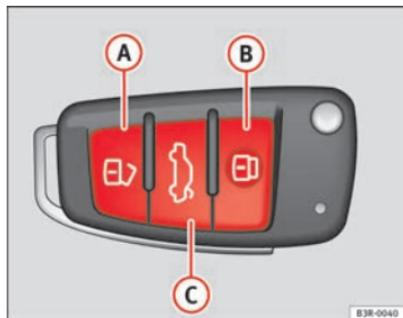

Abb. 78 Funk Schlüssel:
- Drücken Sie die Taste **A** ⇒ Abb. 78 etwa 1 Sekunde lang.